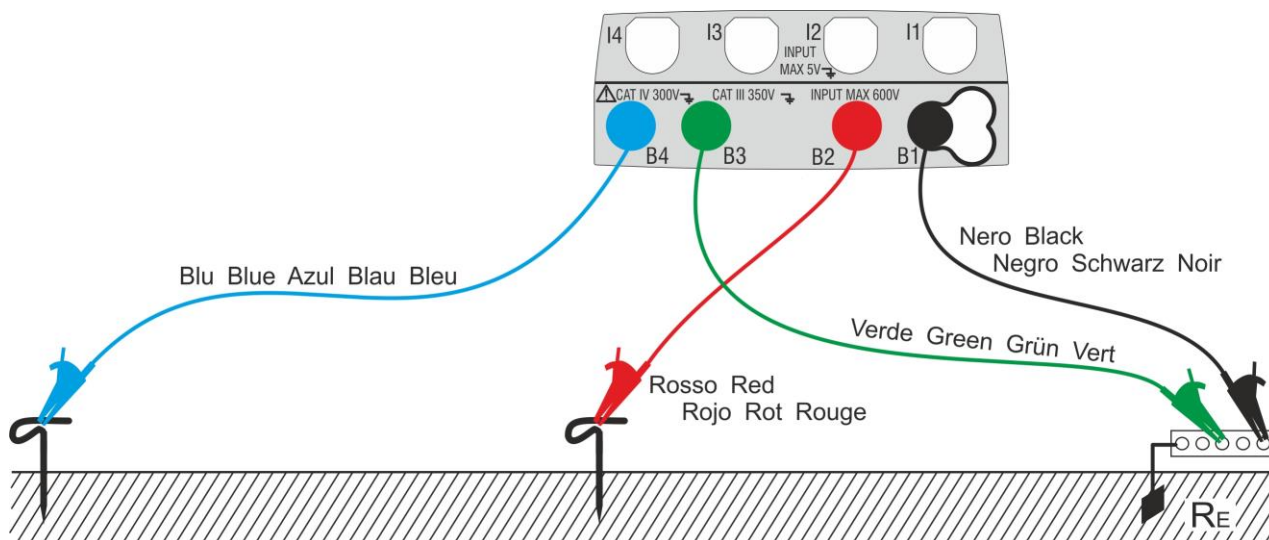
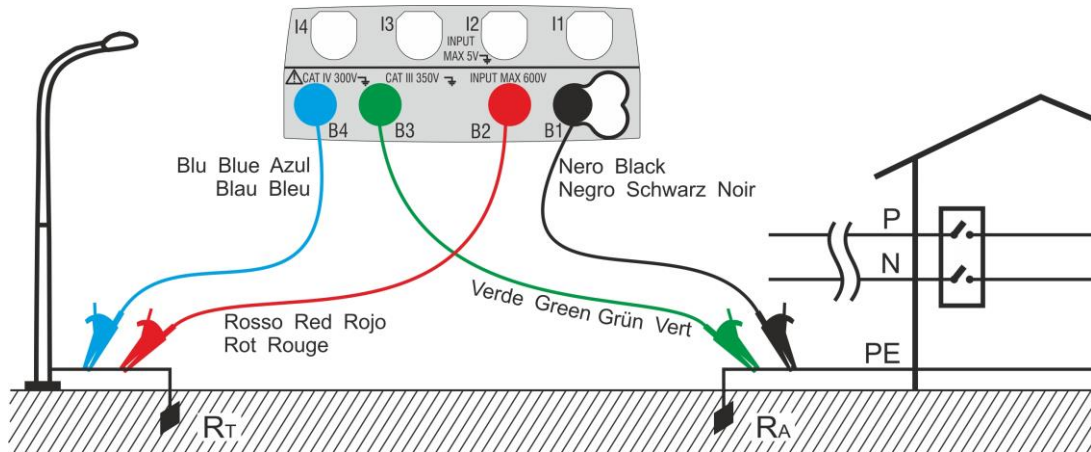
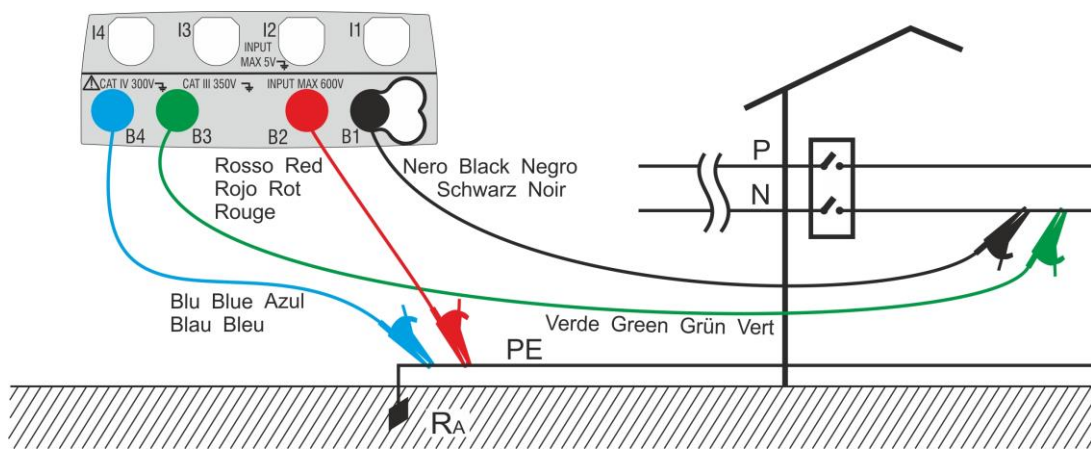

Fig. 27: Medição da resistência de terra com 3 fios
Fig. 28: Medição da resistência de terra com 2 fios com dispersor auxiliar
Fig. 29: Medição da resistência de terra com 2 fios do quadro de alimentação
- 12 Conectar os crocodilos aos dispersores auxiliares e à instalação em exame de acordo com a Fig. 27, Fig. 28, Fig. 29 ou Fig. 30.